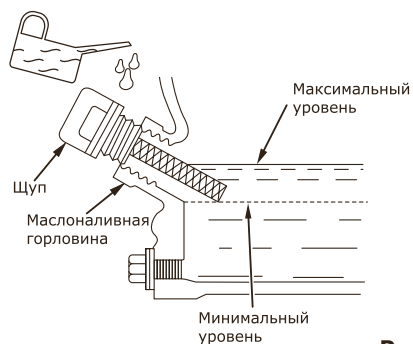

Рис. 8
- Залейте масло до нужного уровня по меткам на щупе или краю маслосливной горловины (рис. 8).